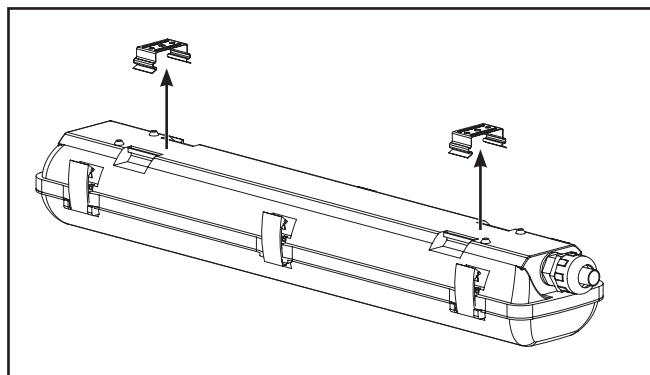

Figura 3.
4. Oriente la luminaria para que el accesorio del conducto quede orientado hacia la fuente de alimentación entrante o el conducto. Alinee los huecos en el cuerpo de la luminaria con los clips de montaje y aplique una suave presión hacia arriba para asegurar la luminaria en ambas abrazaderas de montaje. (Figura 3)